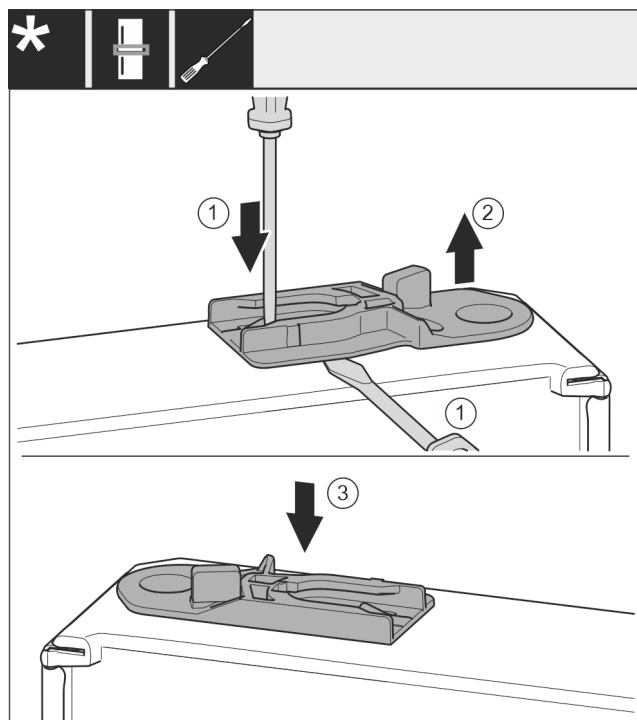

Fig. 53 \*
- ▶ Vytáhněte vodící pouzdro: Stiskněte jazýček Fig. 53 (1) šroubovákem a současně plochým šroubovákem zajedťte pod vodící pouzdro Fig. 53 (2).\*
- ▶ Vodící pouzdro Fig. 53 (3) přiložené v příslušenství zasuňte na druhé straně pláště.\*